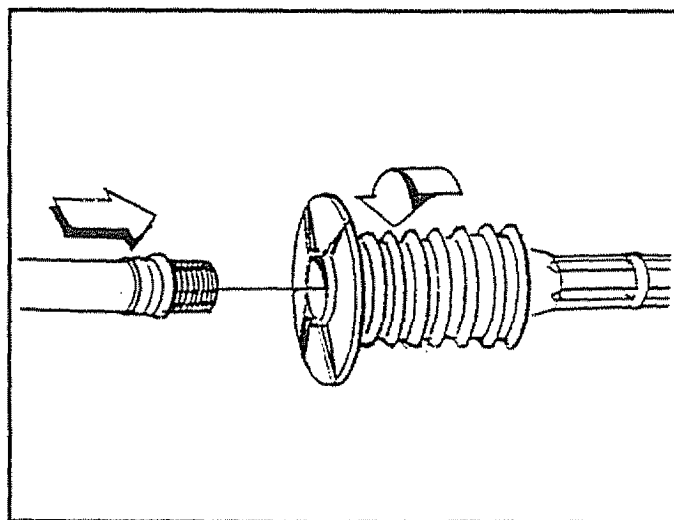

FIG. 24
- Quite el resto de la suciedad pasando agua a contracorriente a través del soporte (Fig. 24). Este lavado a contracorriente debe durar entre 30 y 60 segundos. Gire la vara a un rociado de chorro y mueva la boquilla de la posición baja a la alta mientras está lavando.